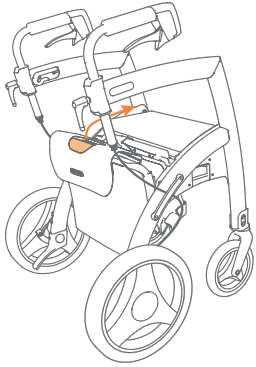

Figura 33: Tire del respaldo arriba
- Si quiere convertir el Andador en una silla de ruedas, despliegue el paquete de la silla de ruedas. Agarre el asa del paquete de la silla de ruedas y tire del respaldo hacia arriba hasta que no vaya más allá y hacia delante hasta la mitad del marco (**Figura 33**).